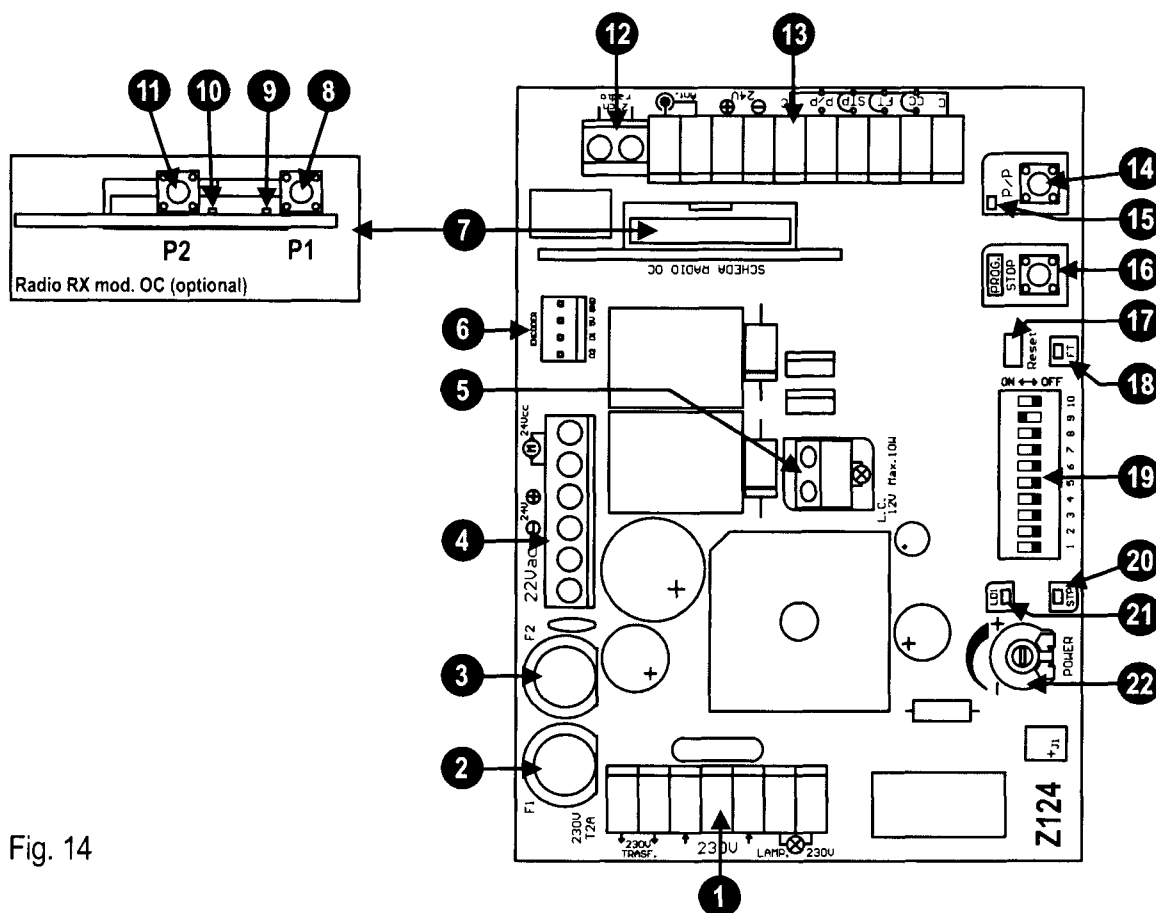

Fig. 14
# E DESCRIPCIÓN DE LAS PIEZAS (fig. 14)
- 1) Manteniendo pulsado el botón PROG. haga un reajuste cortocircuitando con el destornillador el jump Reset (det. 17 de fig. 14).
- 9) Para volver al funcionamiento normal, realice un reajuste de la central (cortocircuite el conector, det. 17 de fig.14)
Durante la etapa de aprendizaje se accionará varias veces el botón P/P (det. 14 de la fig. 14), como alternativa se puede utilizar el mando P/P (borne 14, fig. 15), o bien el transmisor memorizado en el primer canal del receptor.
- Lenta si el dip 9 está en posición ON (det. 19 de fig. 14).
- 2) Manteniendo pulsado el botón PROG, realice un reajuste cortocircuitando el jump Reset con el destornillador (det. 17 de fig. 14).
- ✓ Si la central detiene el motor antes del cierre completo, repita la programación aumentando la potencia (det. 22 de fig. 14).